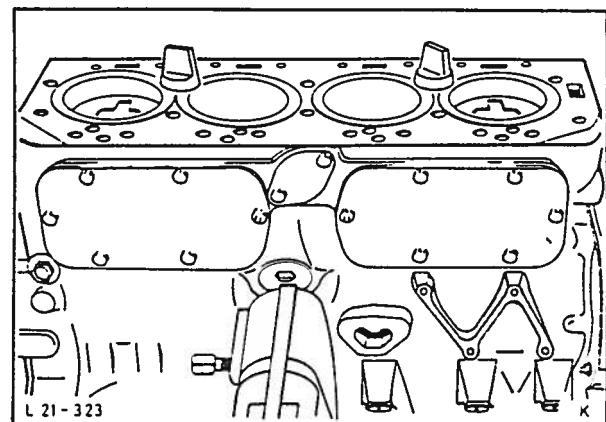

Fig. 43 Fest sylinderforingene.
11. Skru ut topplokksboltene (22) idet topplokket løsnes i motsatt rekkefølge av tiltrekkingen. Ta av topplokket og fest sylinderforingene med spesialverktøy 21-038, fig. 43.